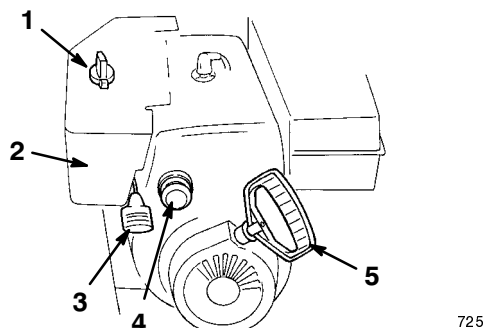

Figure 15
- **Starter** (Fig. 15)—Pour mettre en marche un moteur froid, tournez la commande de starter en position Maxi (Full). A mesure que le moteur se réchauffe, tournez progressivement le starter à la position *Off* (hors service).
- **Clé de contact** (Fig. 15)—Insérez la clé dans le commutateur d'allumage avant de mettre le moteur en marche. Pour couper le moteur, retirez la clé de contact.
- **Commande d'accélérateur** (Fig. 15)—Déplacez la manette vers le haut pour augmenter le régime du moteur, ou vers le bas pour le réduire.
- **Amorceur** (Fig. 15)—Appuyez sur l'amorceur pour envoyer une petite quantité d'essence dans le moteur afin de faciliter le démarrage par temps froid.
- **Lanceur** (Fig. 15)—Tirez la poignée pour faire démarrer le moteur.
2. Retirez la clé de contact du commutateur d'allumage (Fig. 15).
3. Enlevez le bouton de starter (Fig. 15).
1. Réglez la manette d'accélérateur sur *rapide* (Fig. 15).
4. Tournez le starter en position *On* (en service) (Fig. 15).
5. Insérez la clé de contact (Fig. 15).
6. Couvrez l'orifice central de l'amorceur (Fig. 15) avec le pouce et appuyez lentement sur l'amorceur à trois reprises, en marquant une pause à chaque fois.
- A. Prenez la poignée du lanceur (Fig. 15) et tirez-la lentement jusqu'à ce que vous sentiez une résistance, puis tirez vigoureusement pour lancer le moteur.
8. Dès que le moteur a démarré, tournez le starter (Fig. 15) à la position 3/4. A mesure que le moteur se réchauffe, tournez le starter à la position 1/2. Quand le moteur est suffisamment chaud, tournez le starter à la position "*Off*" (hors service).